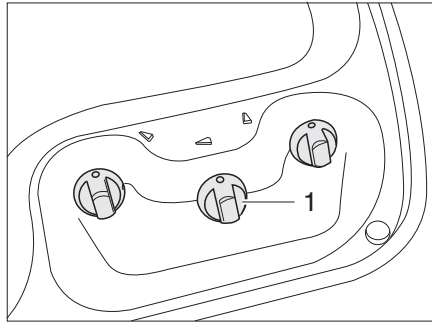
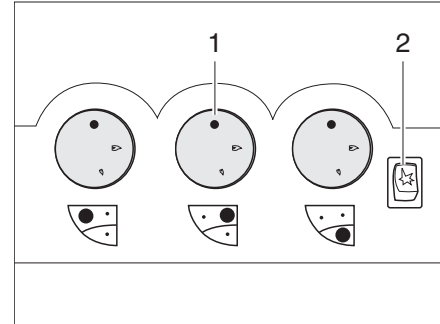

Fig. 308 Éléments de commande pour le réchaud à gaz (sans touche d'allumage piézo)
Fig. 309 Éléments de commande pour le réchaud à gaz (avec touche d'allumage piézo)
- Tourner le bouton tournant (Fig. 308,1 ou Fig. 309,1) du brûleur désiré en position d'allumage (grande flamme).
- Si une touche d'allumage (Fig. 309,2) est présente : Générer une étincelle en appuyant sur la touche d'allumage.